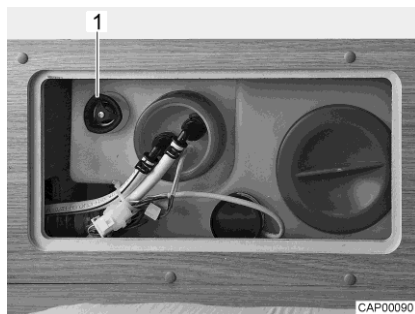

Bild 90 Vattentank med ratt
- Vrid ratten (Bild 90,1) på vattentanken medurs till stoppläget.
- Vrid ratten (Bild 90,1) på vattentanken moturs till motståndet. Vattnet rinner ut tills ca 20 liter är kvar.